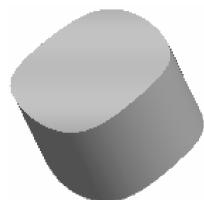
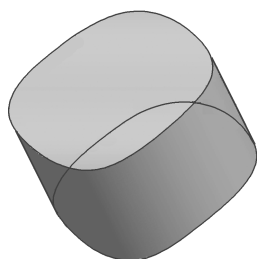

图 8-99 第 2 次曲面合并
图 8-100 实体化
(8) 在图形区单击鼠标中键完成第 2 次曲面合并，模型如图 8-99 所示。
(9) 在模型树选择曲面“合并 2”。
(10) 选择菜单栏中的【编辑】|【实体化】选项，模型显示如图 8-100 所示。